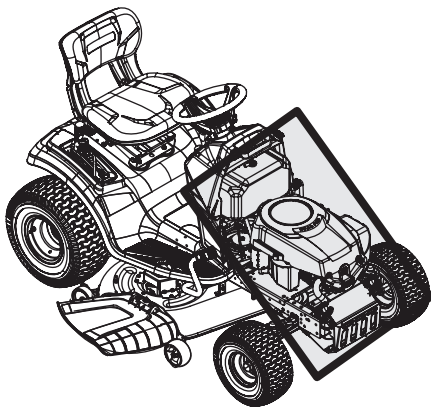

Figure 30
- Nettoyez les pièces sous le capot: le collecteur d'échappement et les fusibles, le câblage électrique et les faisceaux, le tuyau du silencieux, le pare-chaleur du silencieux, les grilles d'entrée d'air du moteur et les ailettes de refroidissement, entre autres (Figure 30).